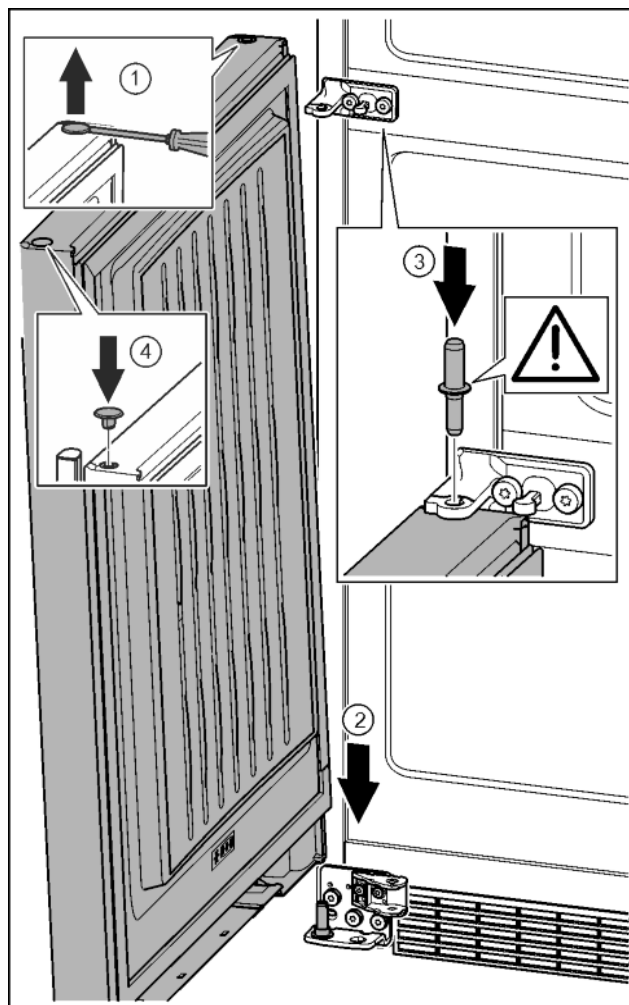

Fig. 35
- ▶ Zatyczkę ostrożnie podważyć przy pomocy śrubokręta i wyjąć. *Fig. 35 (1)*
- ▶ Założyć drzwi od góry na dolny sworzeń zawiasu. *Fig. 35 (2)*
- ▶ Przełożyć środkowy sworzeń zawiasu przez środkową płytkę zawiasu, wkładając go w dolne drzwi. Przy tym zwrócić uwagę, by krzywka zatrzaskowa wskazywała do tyłu. *Fig. 35 (3)*
- ▶ Zatyczkę założyć ponownie z drugiej strony drzwi. *Fig. 35 (4)*